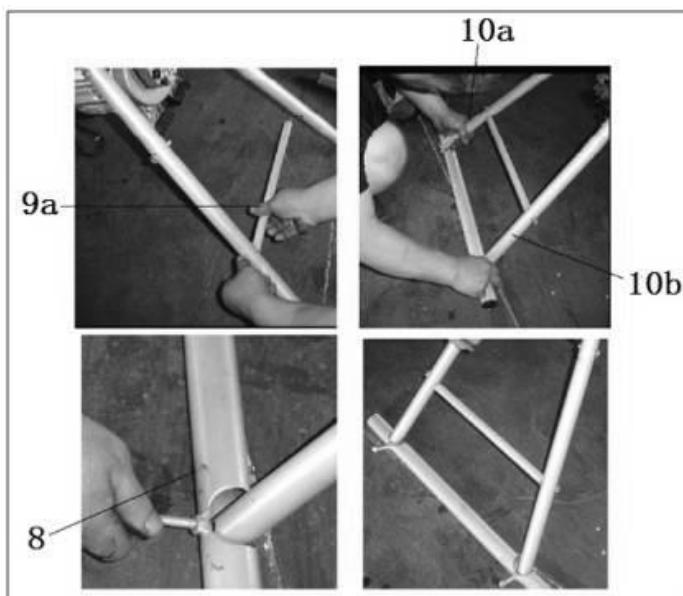

Imagen 3
- b) Ligue o eixo horizontal (9a) ao suporte dianteiro (10a e 10b) com parafusos, depois monte a perna horizontal (8) e fixe ao suporte dianteiro (10a e 10b) com os parafusos (Imagen 3).